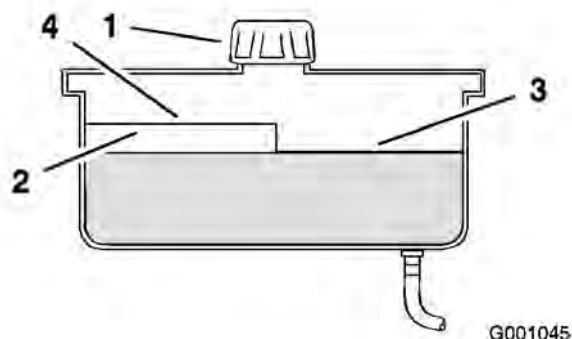

Figure 64
4. Nettoyez la surface autour du bouchon et du goulot de remplissage du réservoir hydraulique (Figure 64).
5. Retirez le bouchon du goulot de remplissage. Vérifiez le niveau d'huile à l'intérieur du réservoir. (Figure 64).
Remarque: Lorsque l'huile est chaude, le niveau de liquide doit atteindre le haut du repère de niveau à chaud sur le déflecteur (Figure 64).